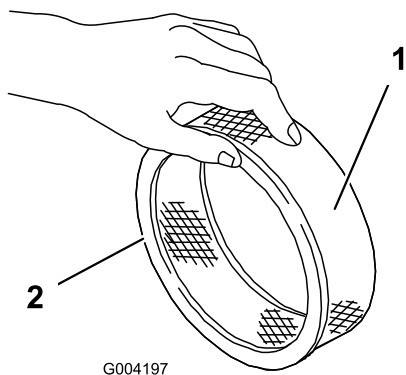

Figura 46
5. Controllate che il filtro in carta non sia strappato, che non abbia strati untuosi e che la guarnizione in gomma non sia danneggiata (Figura 46).
1. Fate scorrere attentamente il prefiltro in schiuma sintetica sul filtro di carta (Figura 46).